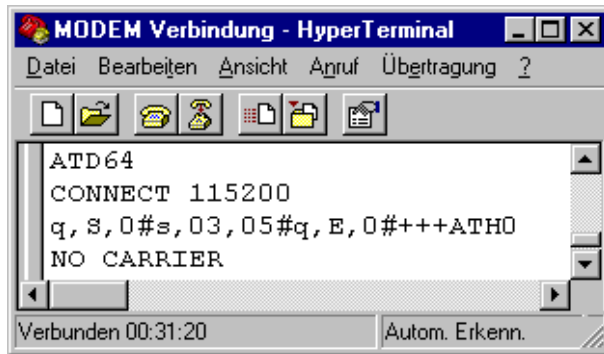

Bild 14: HyperTerminal: Verbindung beenden
- Die Beendigung einer Verbindung sollte immer über das vereinbarte Protokoll realisiert werden (siehe 2.1.5). Geben Sie dazu den Befehl „E,l#“ ein. Das grabbMODUL-4 auf der Gegenstelle sendet erst die Quittung und dann nach ca. 1,1s (Guard-Time) wird in den Kommando-Modus gewechselt („+++“) und die Verbindung kontrolliert beenden („ATH0“ wird nicht immer geechot!). Auf der PC/Modem Seite wird dies nach einer bestimmten Zeit durch ein „NO CARRIER“ angezeigt (siehe Bild 14). Die Strecke ist nun bereit für eine erneute Verbindungsaufnahme.